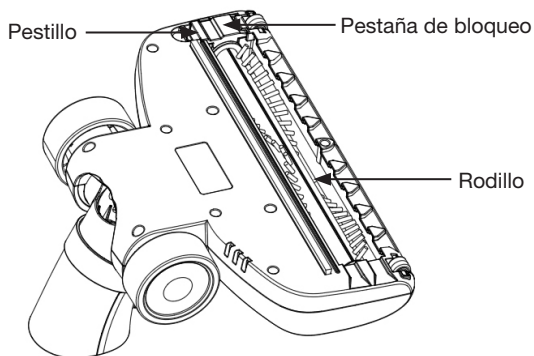
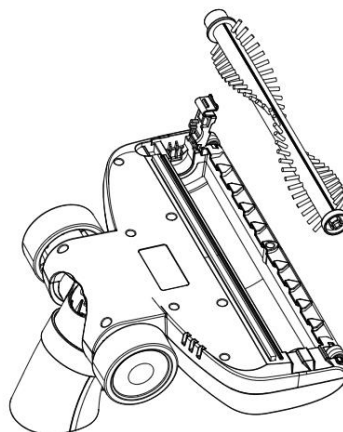

Fig. 15
Fig. 16
2. Dele la vuelta al cepillo eléctrico (Fig. 15).
3. Empuje el pestillo y levante la pestaña de bloqueo (Fig. 15): esto le permitirá sacar el rodillo (Fig. 16).